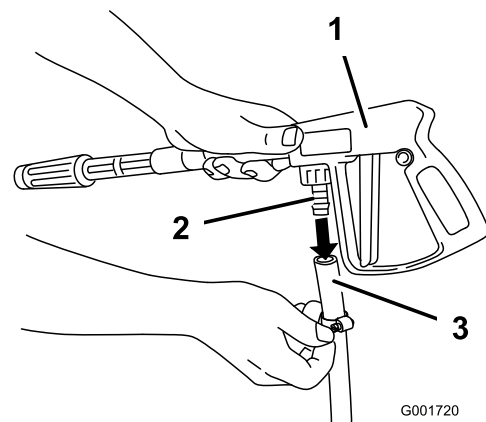

図 19
2. ホース (長) のもう一端をスプレー・ガンのフィッティングにつなぐ (図 19)。